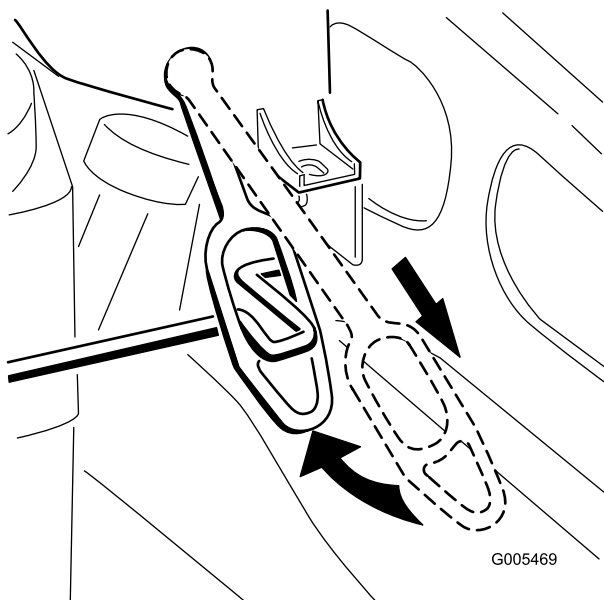

Figure 7
2. Tirez les attaches de retenue vers le bas et accrochez-les sur les coudes tournés vers l'avant de la tige de capot (Figure 7) pour fixer le capot en place.
1. Pour enlever le capot moteur, tirez les attaches de retenue vers le bas et en avant, et décrochez-les de la tige de capot (Figure 7). Soulevez et enlevez le capot.
3. Tirez les attaches de retenue vers le bas et accrochez-les sur les coudes tournés vers l'avant de la tige de capot (Figure 7) pour fixer le capot en place.